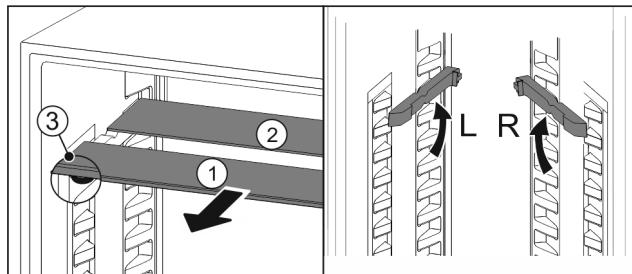

Fig. 19
- ▶ Издърпайте Fig. 19 (1) поотделно стъклените плохи напред.
- ▷ Стъклената плоча Fig. 19 (1) с декоративната лайстна е отпред.
- ▷ Ограничителите Fig. 19 (3) сочат надолу.